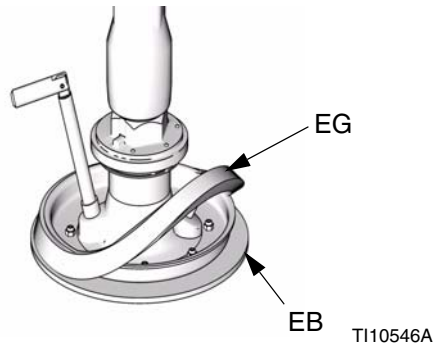

FIG. 12: Separador deslizante
2. A continuación, con la mano, incline el espaciador (EG) y sáquelo del plato, tirando de él hacia abajo hasta pasarlo sobre la brida y los rascadores inferiores (EB). Vea la FIG. 12.
3. Guarde el espaciador (EG), pues será necesario en otras aplicaciones.
1. Compruebe que el diámetro mayor del separador (EG) queda hacia **abajo**. Haga subir el separador (EG) por encima del plato seguidor y a mano totalmente por encima del borde del plato seguidor. Vea la FIG. 12.